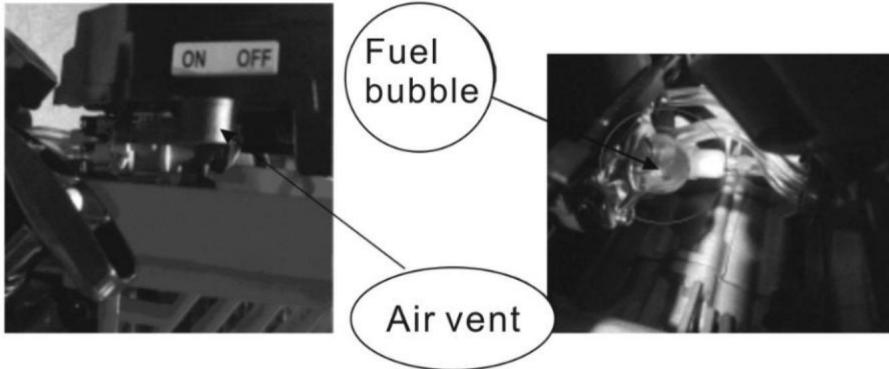

Fig 3
1.Przed pierwszym uruchomieniem nowej maszyny należy powtórzyć wciśnięcie przezroczystego paliwa bańki (patrz rys. 3), aby całkowicie napełnić gaźnik paliwem.